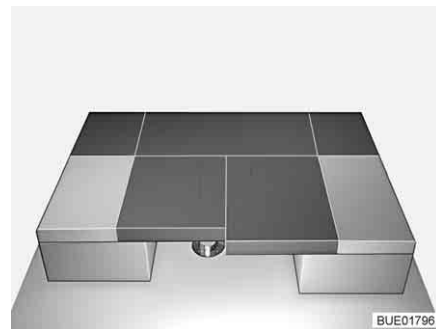

Bild 105 Nach dem Umbau
- Die beiden Sitzpolster zwischen die Rückenpolster drücken (siehe Bild 105).